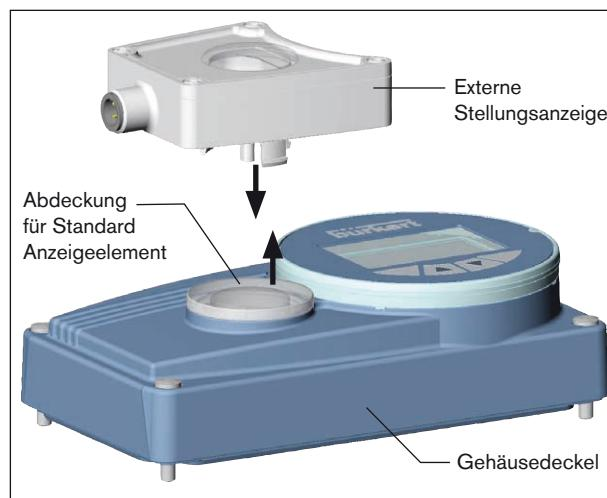

Bild 2: Externe Stellungsanzeige aufstecken
- Die Abdeckung der Standard-Stellungsanzeige aus dem Gehäusedeckel herausdrücken (siehe Bild 2: ).
- Die Externe Stellungsanzeige in die runde Aussparung des Gehäusedeckels setzen und nach unten drücken bis sie einrastet (siehe Bild 2: ).